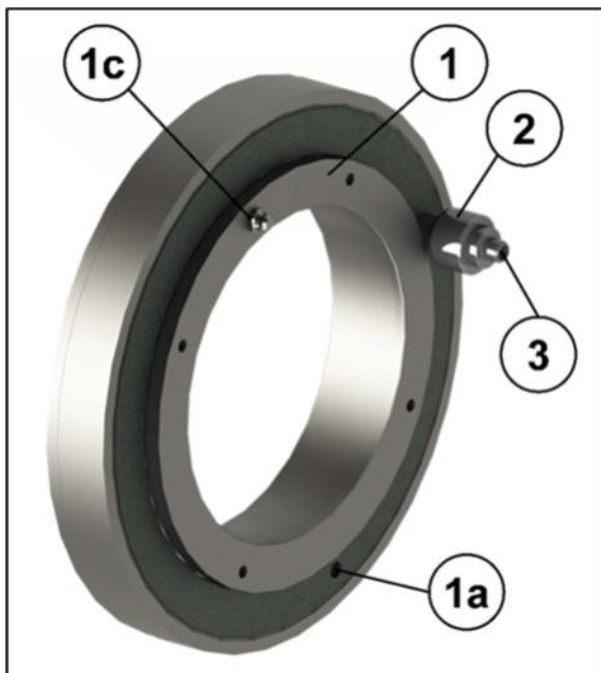

Bild 1: Lagerkraftaufnehmer
Bild 1 zeigt den typischen Aufbau:
Der Lagerkraftaufnehmer (1) wird in die im Durchmesser entsprechend gestalteten Aufnahmebohrungen (2) der Lagerstelle eingesetzt und anhand der angesprochenen Merkmale (vgl. Bild 1) gegen nicht vorgesehene Bewegung gesichert (3). An dem innenliegenden Durchmesser des Lagerkraftaufnehmers befindet sich eine definierte Krafteinleitungsfläche (4). Die dort eingeleitete Kraft F wird durch Auswertung der sich ergebenden Verformung des Messkörpers auf die Messelektronik übertragen und als elektrisches Signal ausgegeben.